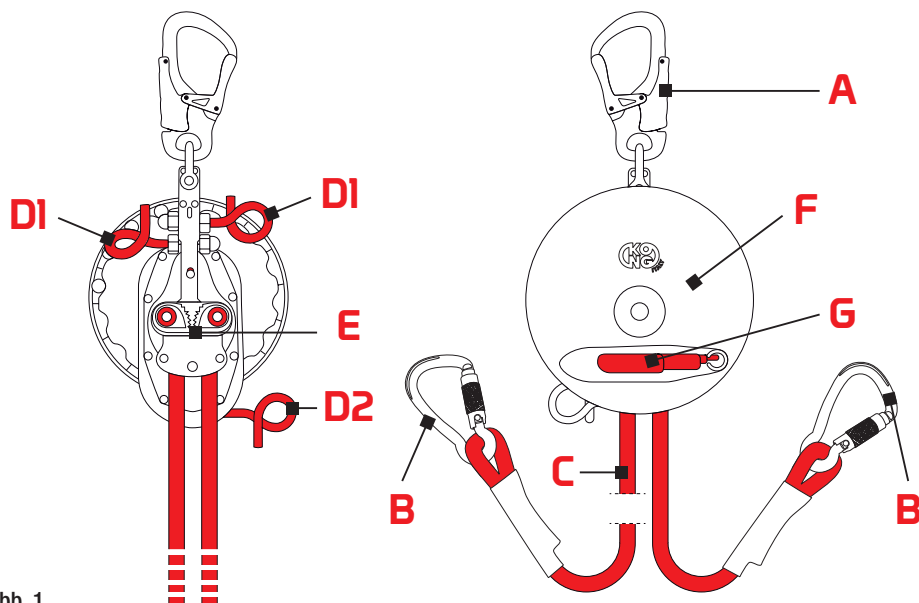

Abb. 1
3.1 TERMINOLOGIE DER TEILE (ABB. 1)
- (A) Anschlagverbindungselement aus Aluminiumlegierung nach EN 362,
- (B) Endverbindungselemente aus Kohlenstoffstahl nach EN 362,
- (C) Polyamidseil nach EN 1891 Klasse A,
- (E) Klemmnocke,
- (F) Rad,
- (G) Kurbel.